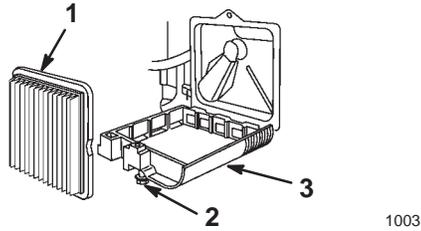

Bild 15
3. Lockern Sie die Befestigungsschraube, die den Luftfilterdeckel absichert (Bild 15).
4. Kippen Sie den Luftfilterdeckel nach unten und reinigen ihn gründlich (Bild 15).
5. Entfernen und entsorgen Sie den Papierluftfilter (Bild 15).
6. Legen Sie einen neuen Papierluftfilter ein (Bild 15).